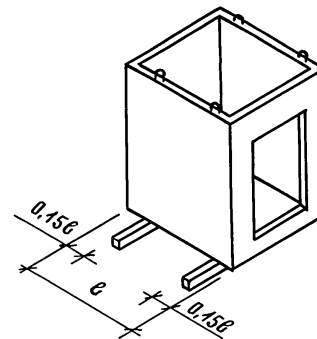

РИС. 2
6.1 ИЗДЕЛИЯ ДОЛЖНЫ ХРАНИТЬСЯ НА СКЛАДАХ В РАБОЧЕМ ПОЛОЖЕНИИ С ОПИРАНИЕМ НА ДЕРЕВЯННЫЕ ПРОКЛАДКИ (РИС.2)